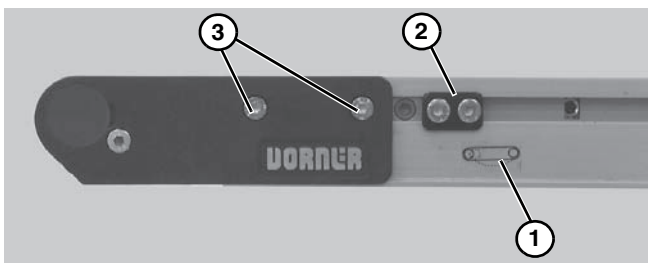

Figure 23
- Sur l'extrémité de tension du convoyeur, identifié par une  étiquette (**Figure 23, item 1**) : Des deux côtés du convoyeur, desserrez et éloignez les assemblages de centrage des cames (**Figure 23, item 2**) (si fixées) des plaques supérieures, puis desserrez les vis de fixation (**Figure 23, item 3**) et enfoncez l'assemblage formé par les plaques supérieures.